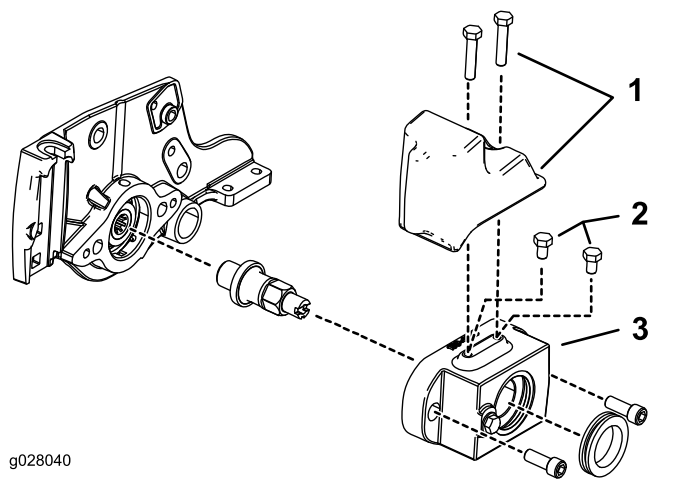

Figura 5
- **Per un motore dei cilindri ad azionamento idraulico:** montate 2 bulloni ($\frac{5}{16}$ " x $\frac{1}{2}$ ") sulla parte superiore dell'alloggiamento della spazzola per rullo, come illustrato nella Figura 5 (solo motori dei cilindri idraulici da 12,7 cm).
- **Per un motore dei cilindri ad azionamento elettrico:** ordinate e montate una zavorra (n. cat. 127-4259-03) e 2 bulloni (n. cat. 322-7) come illustrato nella Figura 5.